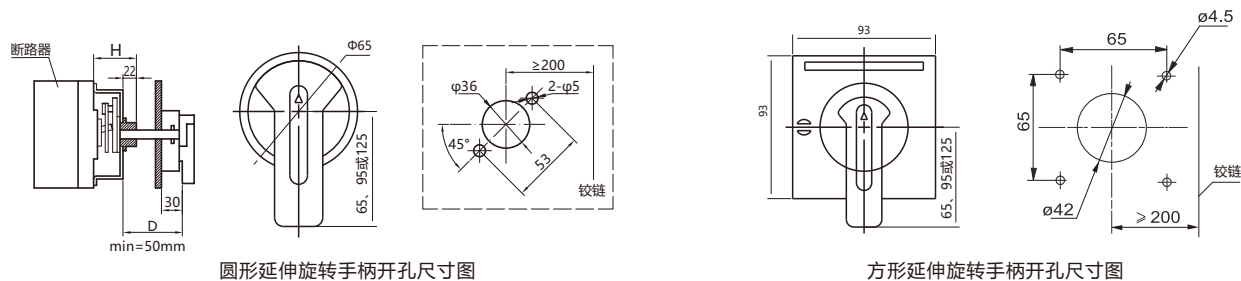

图5 手动操作机构尺寸图
- 手操机构安装时先按图示尺寸开孔，在开关柜门板上当转动手柄“OFF”指示在水平位置时固定好柄。然后试着操作手柄，转动应灵活自如，并且手柄在水平位置时断路器应分闸，手柄在垂直位置时断路器应合闸。具体见图5和表7。